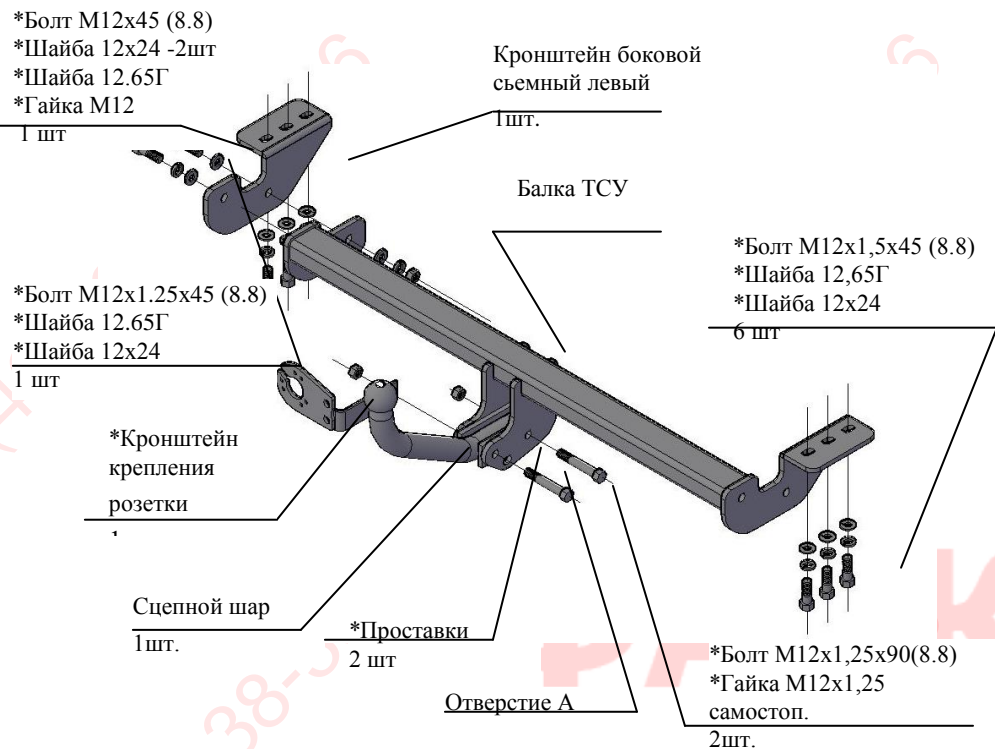

Рис.1 Тягово-сцепное устройство 7520 .
2.1 ТСУ 7520. в сборе (рис.1)	1 шт.
2.2 Пакет с комплектующими (см. рис.1)	1 шт.
4.5 Закрепить сцепной шар и кронштейн крепления розетки к кронштейнам шара болтами М12х1,25х90 и гайками М12х1,25 самостоп, проложив между кронштейнами шара и шаром – проставки (см.рис.1).